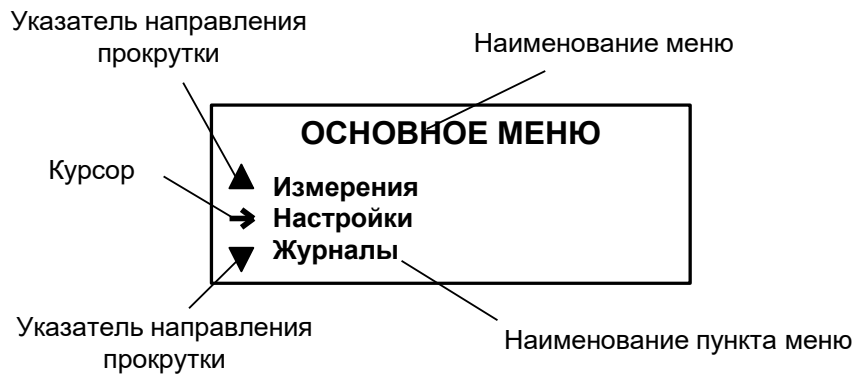

Рис.4. Основное меню расходомера.
2.4.1.1. Для управления расходомером с клавиатуры используется многоуровневая система меню, состоящая из основного меню (см. рис. 4), и окон, содержащих списки команд и параметров. Основное меню имеет неизменный состав. Состав и структура подменю и окон, а также возможности модификации установочных параметров определяются режимом работы расходомера.
2.4.1.5. Одновременно на дисплее может индицироваться не более трех строк (пунктов меню, параметров из списка). Поэтому в начале первой и последней строк пунктов (параметров) могут располагаться указатели направления прокрутки в виде треугольников (см. рис. 4), вершины которых направлены в стороны возможного перемещения курсора по строкам (пунктам меню, параметрам).